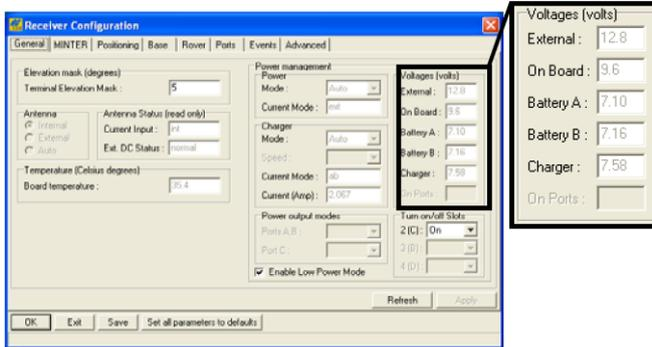

Figura 2-12. Visualizzazione delle informazioni sulle tensioni
6. Visualizzare le informazioni relative alle tensioni (Figura 2-12 a pag. 2-13).